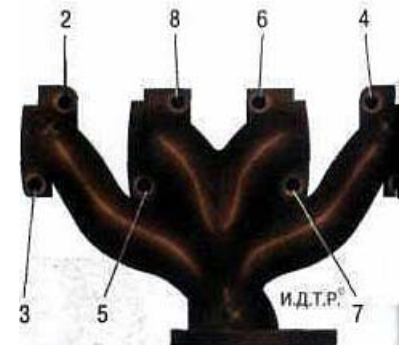

Рис. 5.6. Последовательность отворачивайте крепления выпускного коллектора
2. Отверните восемь гаек крепления выпускного коллектора в последовательности, показанной на рис. 5.6
7. Гайки крепления выпускного коллектора затягивайте в последовательности, обратной показанной на рис.5.6, приведенным в приложении 1.
6. Отверните восемь гаек крепления выпускного коллектора в последовательности, показанной на рис. 5.6